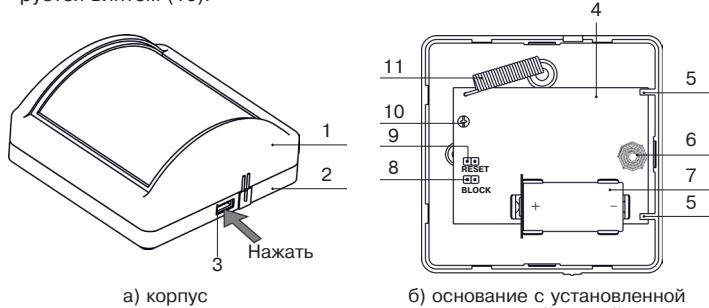

Рисунок 2
Габаритные размеры	80 x 80 x 44 мм (см. рис. 2)
Наличие прерывистого свечения индикатора зеленым цветом свидетельствует о готовности датчика к процедуре связывания. При отсутствии указанной индикации кратковременно замкните контакты RESET (см. рис. 2 б, поз 8). Время, в течение которого датчик находится в режиме «Связывание», ограничено 70 с, после чего датчик переходит в спящий режим. Для возобновления режима «Связывание» необходимо кратковременно замкнуть контакты RESET.
Для этого нужно разместить зарегистрированный в ППК датчик со снятой крышкой на месте установки и нажать кнопку (6) (рис. 2 б) для проверки качества связи, при этом датчик индицирует качество связи с ППК см таблицу 3.
- Откройте корпус датчика, для этого отожмите фиксатор в нижней части основания с помощью отвертки (рис. 2а) и поднимите нижний край крышки.